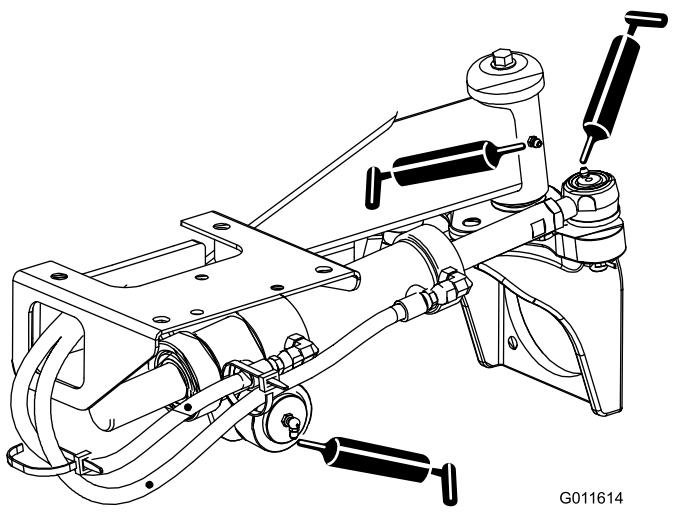

Figura 51
- Rótulas do cilindro de direção (2) e eixo traseiro (1) (Figura 51)